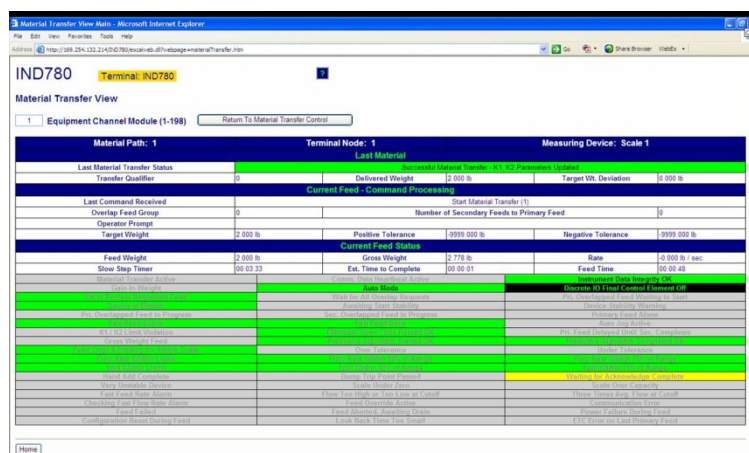
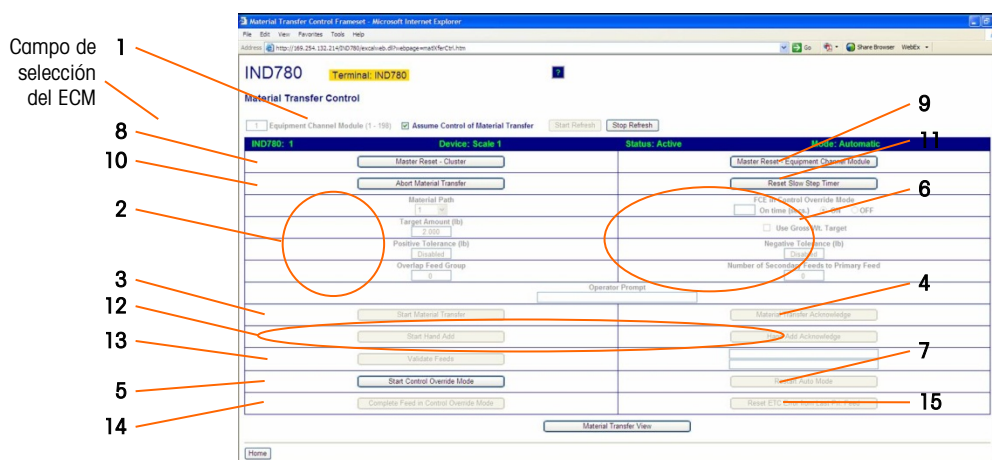

Figura 2-46: Vista de transferencia de material
Figura 2-47: Control de transferencia de material
La siguiente opción de la página web del Q.iMPACT es la vista de transferencia de material (Figura 2-46). En el campo en la parte superior izquierda, ingrese el Equipment Channel Module (báscula, medidor de flujo o báscula de almacenamiento) que desea ver. Al igual que la página de parámetros de PAC, la página de transferencia de material muestra el estado y resultados para el Equipment Channel Module (ECM) seleccionado. Ingrese a la vista de control de transferencia de material (Figura 2-47) al hacer clic en el botón a la izquierda del campo de entrada de ECM, o regrese a la vista del índice haciendo clic en el botón inicio en la parte inferior izquierda.
La última página web única para la aplicación Q.i en el terminal IND780 es la vista de control de transferencia de material (Figura 2-47).
La Figura 2-47 muestra el sistema en modo automático. Esta vista es particularmente útil durante el inicio y la puesta en servicio. Desde aquí, es posible realizar una transferencia de material independiente del sistema de control del servidor PLC o DCS. Todos los parámetros necesarios pueden ingresarse y la transferencia puede iniciarse.
Ingrese el número de Equipment Channel Module (EC) para la transferencia de material. El ECM puede ser una báscula, un medidor de flujo o una báscula de almacenamiento. Luego, marque asumir **control en la casilla de transferencia de material** (No. 1, en la Figura 2-47). Ingrese el trayecto de material, cantidad objetivo y, opcionalmente, las tolerancias (2) deseados.